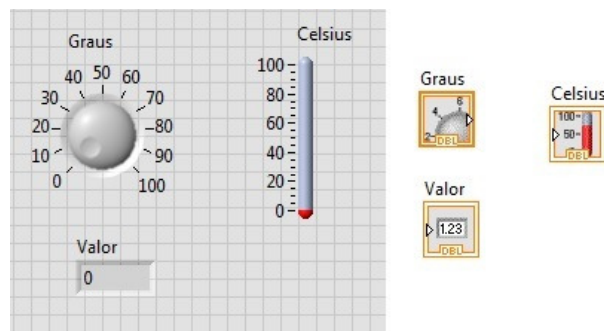

Figura 12 – Legendas e escala alterada no painel frontal.
- Altere as legendas do comando “Knob” e o indicador “Thermometer” para “Graus” e “Celsius” respectivamente. Acerte as propriedades do botão, para indicarem valores de 0 a 100 graus. Para isso, selecione o botão “Graus”, clique com o botão direito do mouse e selecione propriedades. Escolha a aba escala e configure os valores mínimos para zero e máximo para 100. Clique Ok. Agrupe os componentes a esquerda do painel frontal, de modo que fique um fluxo de dados lógico e linear, conforme mostrado na Figura 12.